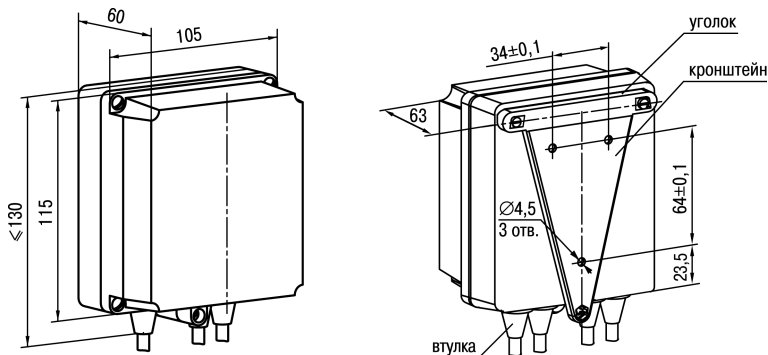

Рисунок 4.2 – Габаритные размеры корпуса H
1. Закрепить кронштейн тремя винтами М4 × 20 на поверхности, предназначенной для установки прибора (см. рисунок 4.2).